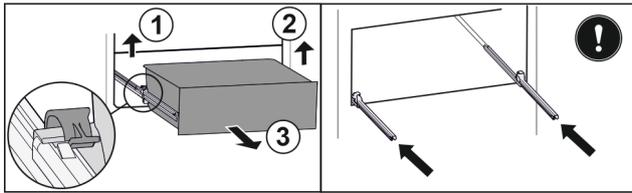

Fig. 88
- ▶ Soulever la bride gauche et tirer dans le même temps la partie gauche du tiroir vers l'avant. Fig. 88 (1)
- ▶ Soulever la bride droite et tirer dans le même temps la partie droite du tiroir vers l'avant. Fig. 88 (2)
- ▶ Retirer le tiroir par l'avant. Fig. 88 (3)